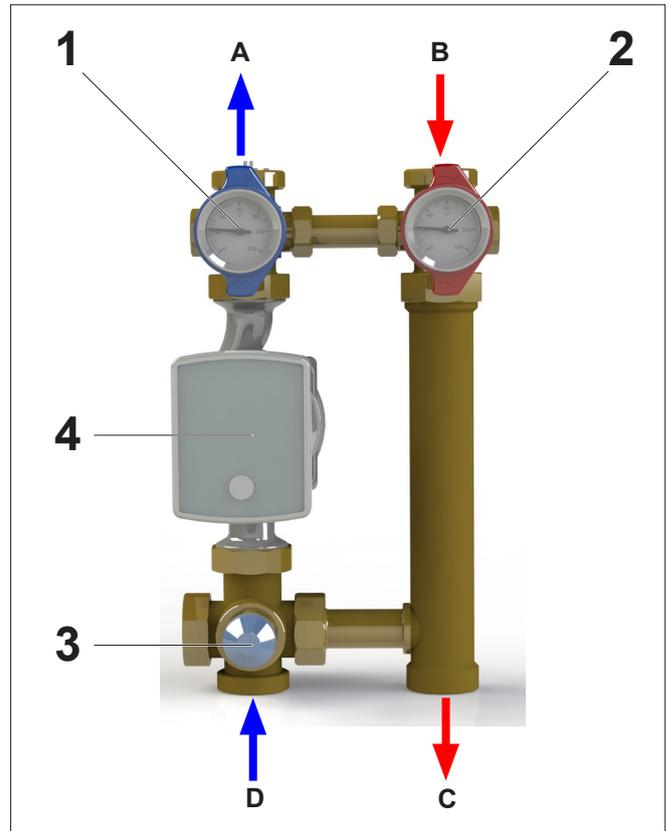

Abb. 1: Komponentenübersicht
- Schließen Sie die Vor- und Rücklaufleitungen an (Systemanschlüsse, siehe Abb. 1 auf Seite 7).